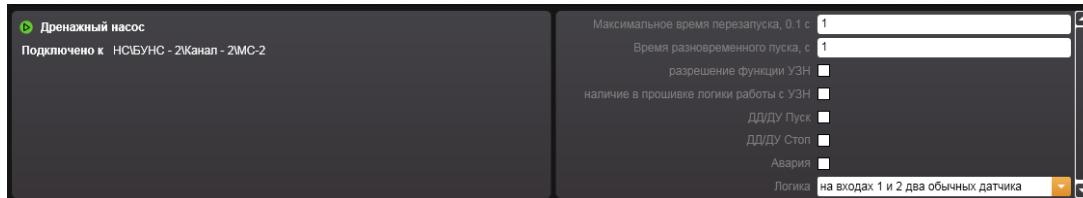

Рисунок 14.3.62 – Свойства адресного устройства **Дренажный насос**
23) При выделенной в рабочей области строке адресного устройства **Дренажный насос**, подключаемого к устройству НС, поле свойств устройства отображает (Рисунок 14.3.62):